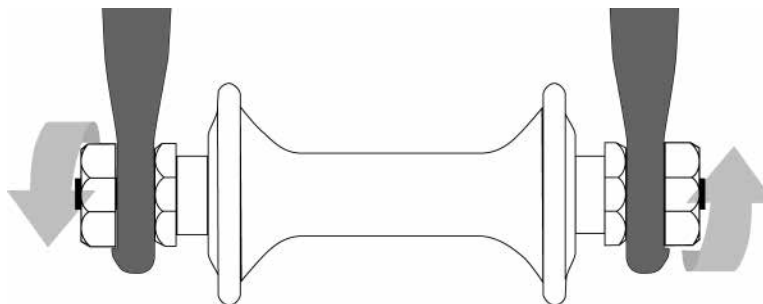

fig. 19
3. Tuercas hexagonales o pernos de llave hexagonal que se enroscan en el eje del cubo o en su interior (fig. 19).